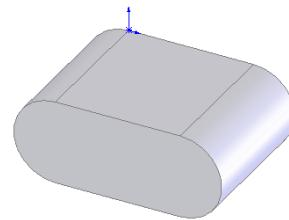

图 3-140 拉伸的草图
**08** 拉伸实体。在菜单栏中选择“插入”→“凸台/基体”→“拉伸”命令，将上一步剪裁的草图拉伸为“深度”为15的实体，结果如图3-140所示。